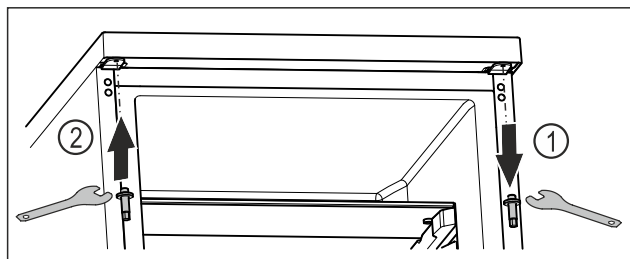

Fig. 22
- Dévisser l'axe supérieur avec une clé mâle coudée pour vis à six pans creux. *Fig. 22 (1)*
- Serrer l'axe du côté opposé avec une clé mâle coudée pour vis à six pans creux. *Fig. 22 (2)*